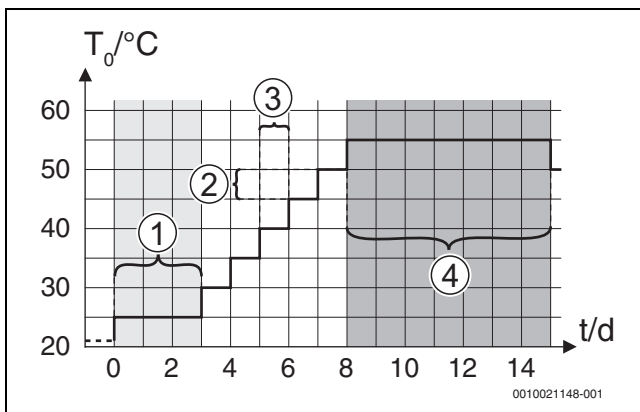
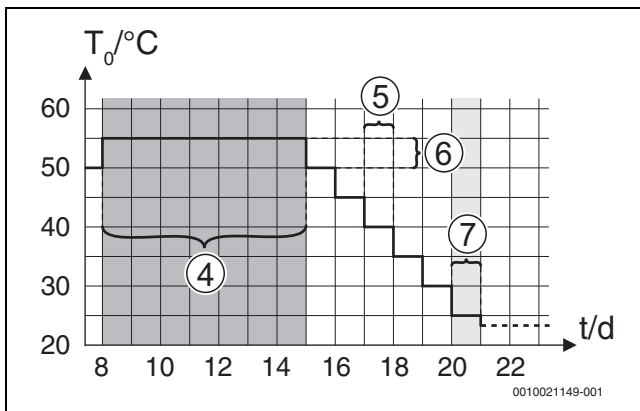

Bild 8 Ablauf der Estrich trocknung mit den Grundeinstellungen in der Aufheizphase
Bild 9 Ablauf der Estrich trocknung mit den Grundeinstellungen in der Abkühlphase
**Legende zu Abb. 8 und Abb. 9:**
Wartezeit bevor Start	Phase überspr.: Das Estrich trocknungsprogramm startet sofort für die ausgewählten Heizkreise. [1 ... 50] Tage: Das Estrich trocknungsprogramm startet nach der eingestellten Wartezeit. Die gewählten Heizkreise sind während der Wartezeit ausgeschaltet, der Frostschutz ist aktiv (→ Abb. 8, Zeit vor Tag 0)
Tab. 10 Einstellungen im Menü Estrich trocknung (Abb. 8 und 9 zeigen die Grundeinstellung des Estrich trocknungsprogramms)